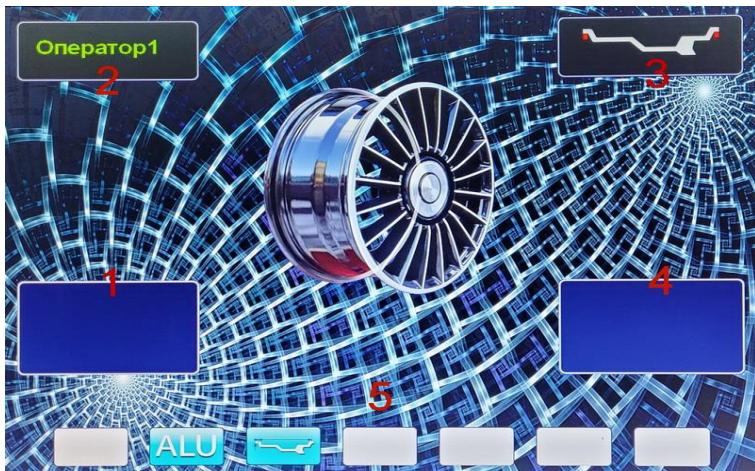

Рис. 8.2.
8.3. После включения питания СБ на экране монитора отображается фирменная заставка, которая через несколько секунд сменяется отображением экрана основного рабочего режима (рис. 8.2).
Для выбора схем расположения грузов в программах ALU1-ALU5 необходимо, находясь в режиме основного рабочего экрана, нажать кнопку «ALU», при этом открывается окно схем установки грузов, отмеченных номерами (рис. 11.1). Если после ввода размеров колеса установленся экран ввода геометрических параметров, необходимо перейти в экран основного рабочего режима кнопкой «STOP». Для выбора нужной схемы нажать кнопку клавиатуры с соответствующим номером. Выбранная схема установки грузов отображается в окне 3 экрана основного рабочего режима (рис. 8.2).
13.1.4. Запустите СБ, опустив защитный кожух, либо нажав кнопку «START». На экране основного рабочего режима изображение диска колеса начнёт вращаться. После окончания цикла измерения автоматически включится тормозное устройство и вал СБ остановится. В окнах 1 и 4 (рис. 8.2.) появятся значения масс балансировочных грузов в граммах, а на изображении диска появятся две красные точки, отмечающие места их установки (рис.13.1).
13.1.7. При включении СБ программа измерения дисбаланса настраивается таким образом, что дисбаланс менее 5 г (заводская установка) на любой плоскости коррекции не показывается, в этом случае в окнах 1 и 4 (рис. 8.2) высвечиваются «OK». Минимальный дисбаланс отображающийся в окнах 1 и 4 равен 5 г. Дисбаланс, превышающий 5г, округляется до величины кратной 5, т. Е. дисбаланс 9, 10, 11 и 12 г отображается цифрой 10, дисбаланс 13, 14,15, 16 и 17 г – цифрой 15 и т.д. Для просмотра неокругленного значения дисбаланса или дисбаланса менее 5 г Необходимо нажать и удерживать кнопку «<>», при этом в окнах 1 и 4 будут высвечиваться фактические значения дисбаланса, определенные в данном запуске.
13.2.3. Для проверки результатов балансировки снова запустите СБ. Если колесо отбалансировано правильно, на индикаторах 1 и 4 (рис. 8.2.) отображаются символы «OK».